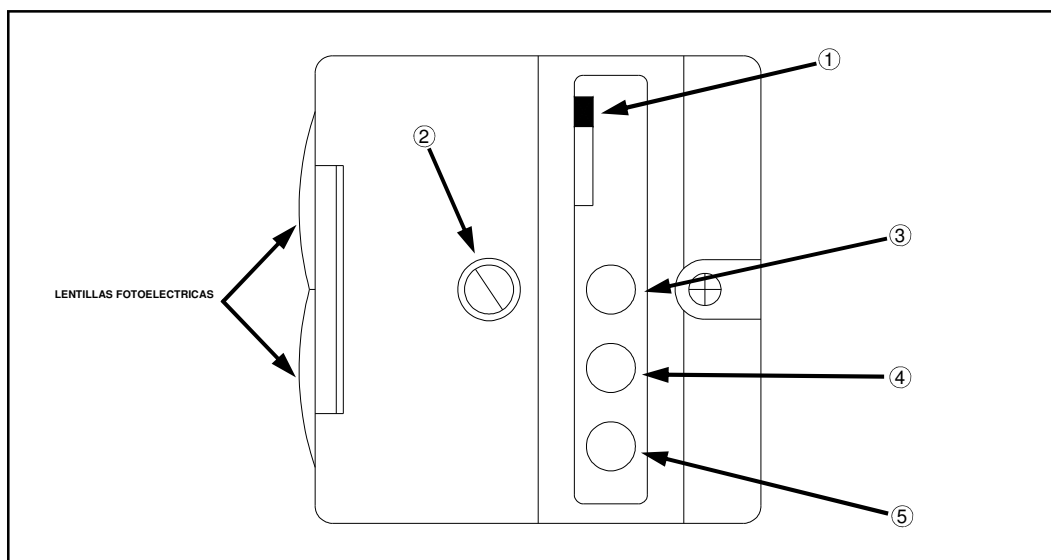

FIG 5.57
Las luces fotoeléctricas superiores e inferiores (fig. 5.55) poseen lámparas L.E.D.(fig. 5.57 que indican su estado de funcionamiento. .
**INTERRUPTOR LT/DK** – El interruptor Claro/Oscuro en luces fotoeléctricas (fig. 5.57, ítem 1) cambia la condición active del L.E.D verde (ver a continuación) de *ON* (“LT”) a *OFF* (“DK”). El cambio no afecta el funcionamiento de la luz, solo como se muestra. . El interruptor debe configurarse en “LT”.
**PERNO DE AJUSTE DE SENSIBILIDAD** – El perno de ajuste de sensibilidad (fig. 5.57, ítem 2) debe encontrarse siempre en máximo.
**L.E.D. AMARILLO** – El L.E.D. amarillo (fig. 5.57, ítem 3) indica que
**L.E.D. VERDE**– El L.E.D. verde (fig. 5.57, ítem 4) indica salidas de energía (envía señal a la caja Tassel-trol®, abriendo la sobremarca o disminuyendo la válvula de la pila).
**L.E.D. ROJO**– El L.E.D. rojo(fig. 5.57, ítem 5) indi-